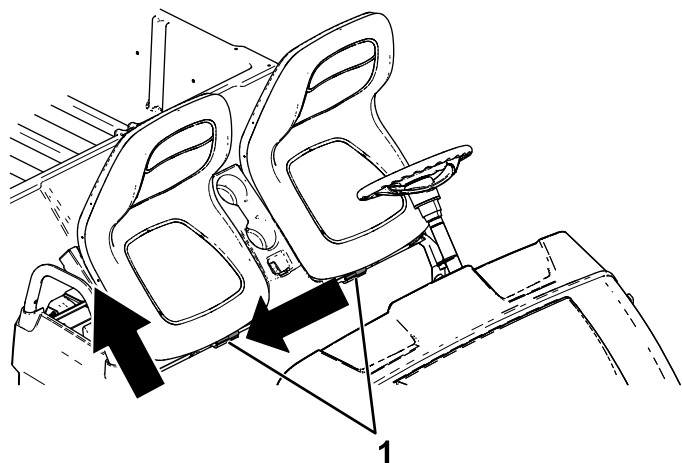

Рисунок 26
2. Сдвиньте сиденье в сборе в сторону, чтобы снять его со штифтов, и поднимите сиденье в сборе вверх (Рисунок 26).